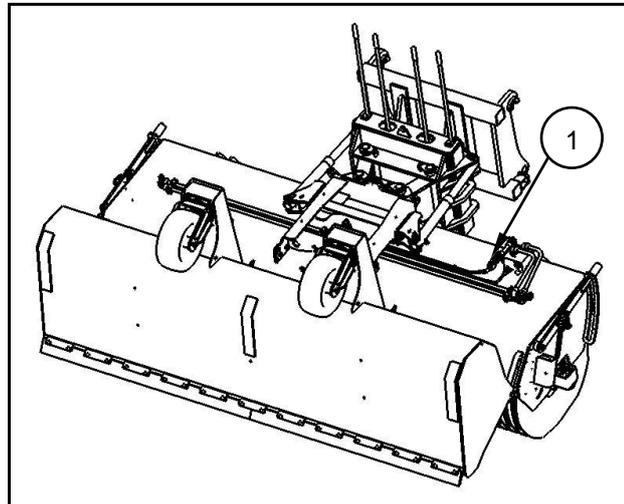

Fig. 6.1
- Absperrhahn (1) für die Entleerungszylinder (Fig. 6.1) schließen.